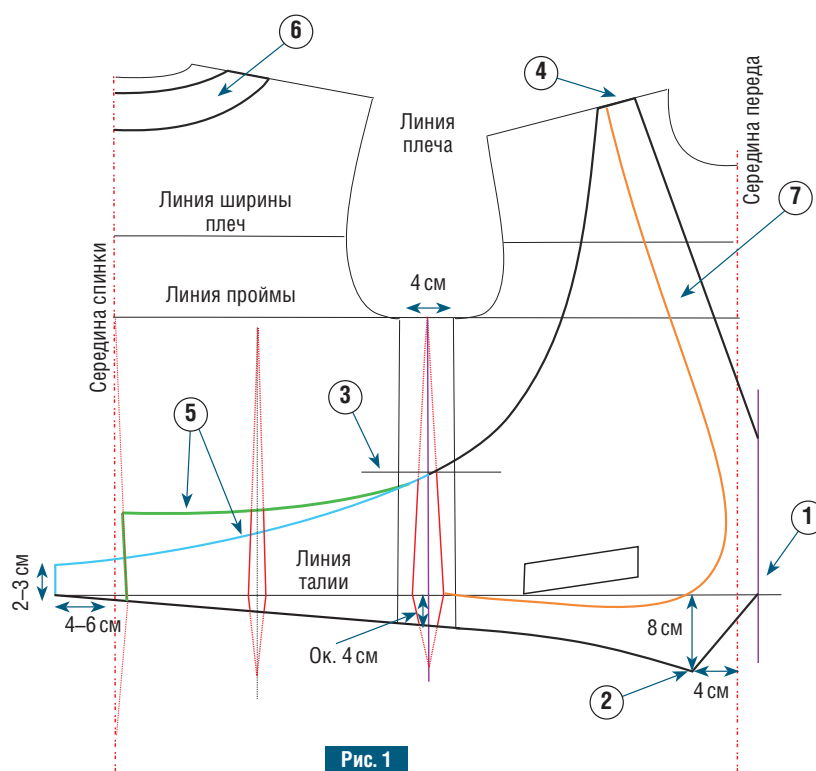

Рис. 1
⑥ Перенесите на спинку мерки горловины и длины плеча, отмеченные на полочке на этапе 4. Начертите горловину спинки.
⑦ Чтобы укрепить борта перед и улучшить их обработку, разметьте подборт, ширина которого должна быть такой же, как и длина плеча (на рис. 1 отмечен оранжевой линией). Закруглите углы, чтобы облегчить стачивание с подкладкой.